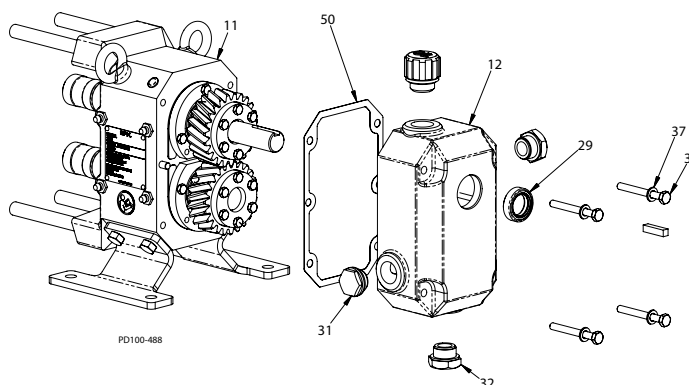

Figura 36 - Îndepărtați capacul carcasei cutiei de viteze
3. Scoateți dopurile filetate (Figura 36, articol 36) și șaibele (articolul 37) și îndepărtați capacul (articolul 12).
6. Îndepărtați garnitura (Figura 36, articol 50) și aruncați-o. Răzuiți cu atenție orice reziduu al garniturii de pe suprafețele conjugate ale capacului cutiei de viteze (articolul 12) sau de pe carcasa cutiei de viteze (articolul 11).